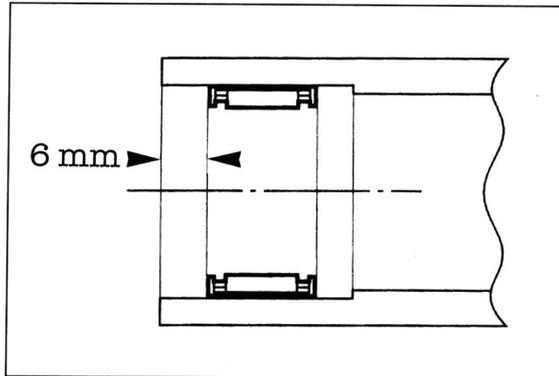

Bild 312
- In Fachwerkstatt Nadellager in Schwinge mit passendem Dorn eintreiben (Bild 312).